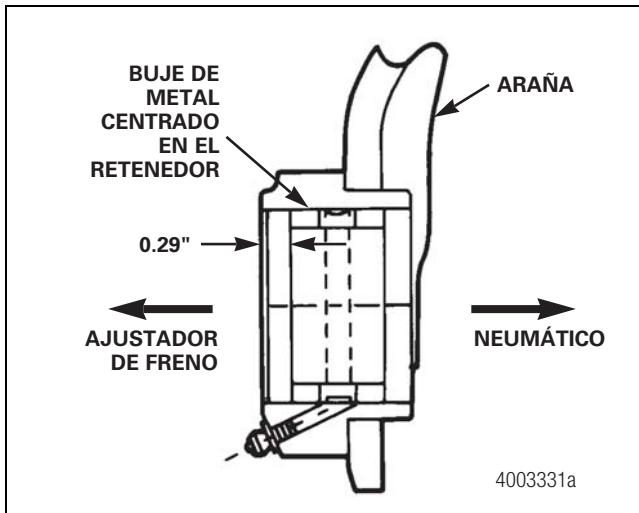

Figura 11.34
B. En bujes de metal, introduzca un buje de metal por el orificio de retención hasta que quede centrado en el retenedor, según se detalla a continuación. Figura 11.34.